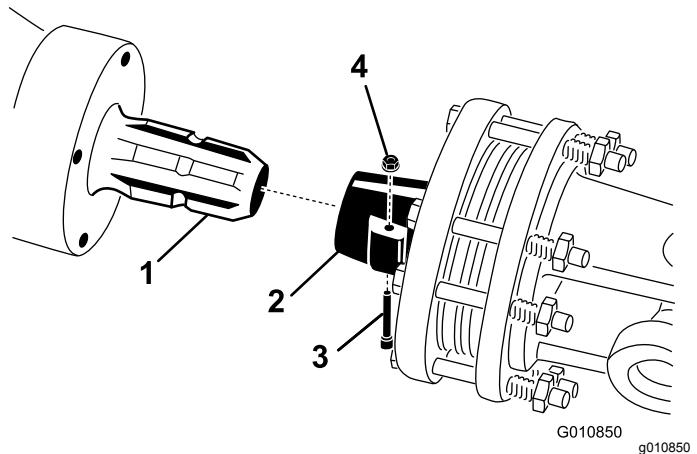

Bild 23
1. Entfernen Sie den Stift und die Mutter von der Zapfwelle (Bild 23).
2. Schließen Sie das Kupplungsende der Zapfwelle mit dem vorher entfernten Stift und der Mutter an der Antriebswelle des Aerifizierergetriebes an (Bild 23). Der Stift kann nur in einer Richtung eingesetzt werden.